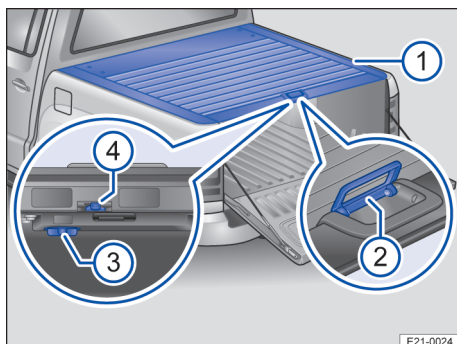

Fig. 62 Capota marítima de la zona de carga: cuadro
2. La capota marítima de la zona de carga se desbloquea y bloquea a través del dedillo giratorio abajo del asidero en la cubierta → fig. 62 ③.
La cubierta de la capota marítima de la zona de carga → fig. 62 ① se puede abrir completamente o conducirse a una posición intermedia.
1. *Abrir completamente:* tirar del asidero de la cubierta hacia arriba, hasta el tope → fig. 62 ②. La cubierta sube automáticamente y la cinta tensora permanece en el medio.
4. *Abrir brevemente y volver a cerrar:* si se necesita abrir la capota marítima de la zona de carga brevemente y volver a cerrarla enseguida, la pestaña de encastre → fig. 62 ④ debe ser presionada hacia la izquierda al cerrar. La capota marítima de la zona de carga engancha, si se la cierra completamente.